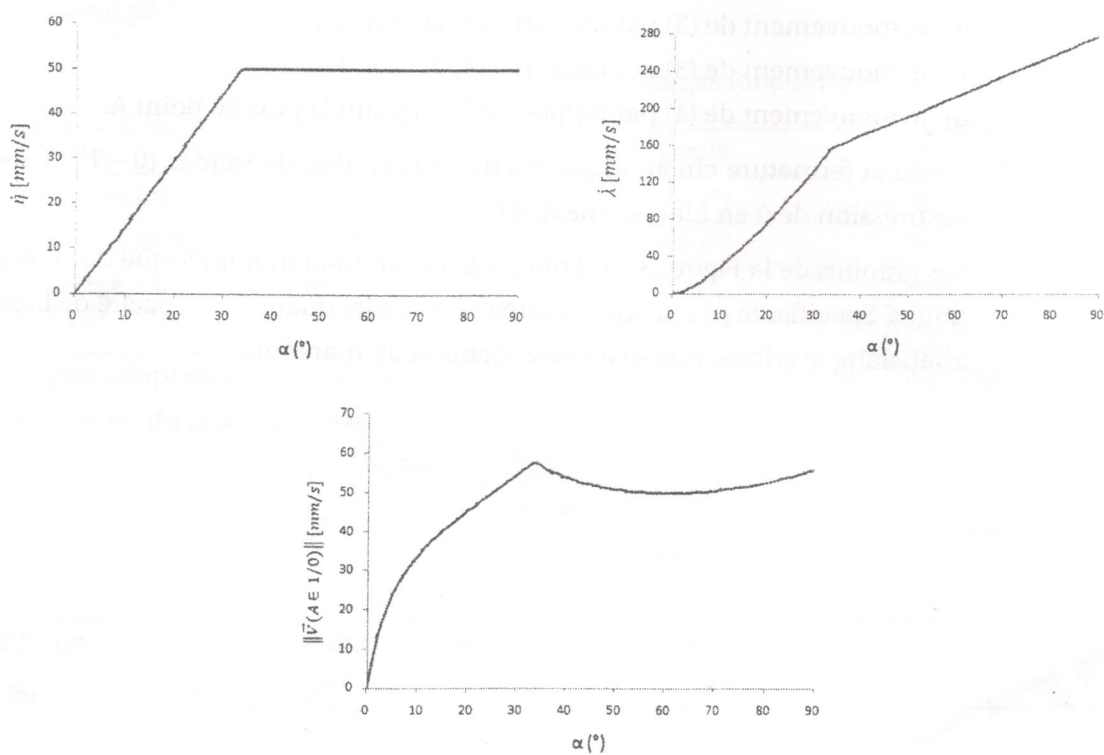

FIGURE 3 – Résultats de simulation
2. Déterminer le vecteur vitesse du point B appartenant à (1) dans son mouvement par rapport à (0).
3. Déterminer le vecteur vitesse du point C appartenant à (2) dans son mouvement par rapport à (0). Vérifier que $\alpha = \beta$ et déduire l'expression de $\dot{\lambda}$ en fonction de $\dot{\alpha}$ et α .
- a) le mouvement de (1) par rapport à (0) au point A,
- b) le mouvement de (3) par rapport à (1) au point A,
- c) le mouvement de (3) par rapport à (4) au point A,
- d) le mouvement de (4) par rapport à (0) au point D puis au point A.
6. Les graphes de la Figure 3 sont obtenus par simulation numérique des équations cinématiques. Spécifier le paramètre d'entrée et conclure quant à la capacité de la porte d'autobus à satisfaire le critère vitesse de coulissement du maneton.